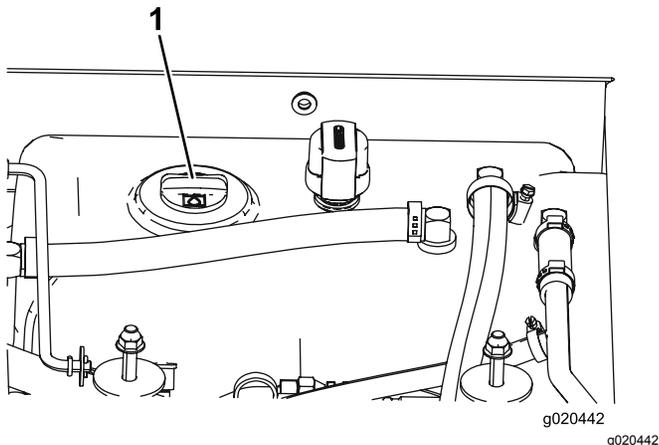

Figura 11
3. Pulite attorno al collo del bocchettone e del tappo del serbatoio idraulico (Figura 11). Togliete il tappo dal collo del bocchettone.